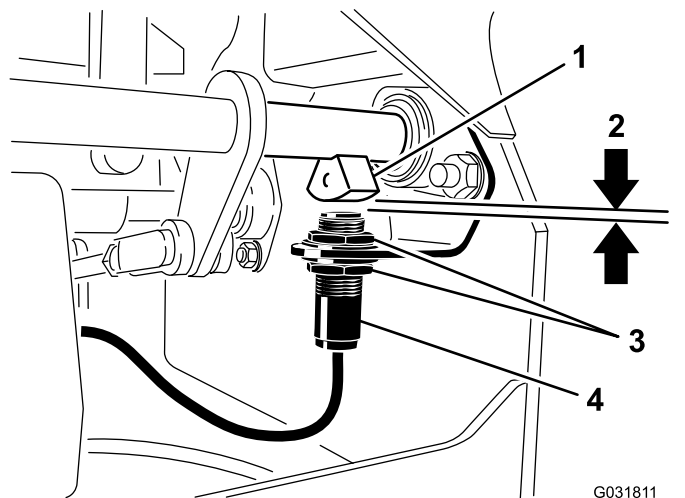

Рисунок 49
4. Переведите выключатель вверх или вниз по кронштейну так, чтобы расстояние между датчиком вала тормоза и штоком выключателя составляло 4 мм, как показано на Рисунок 49.